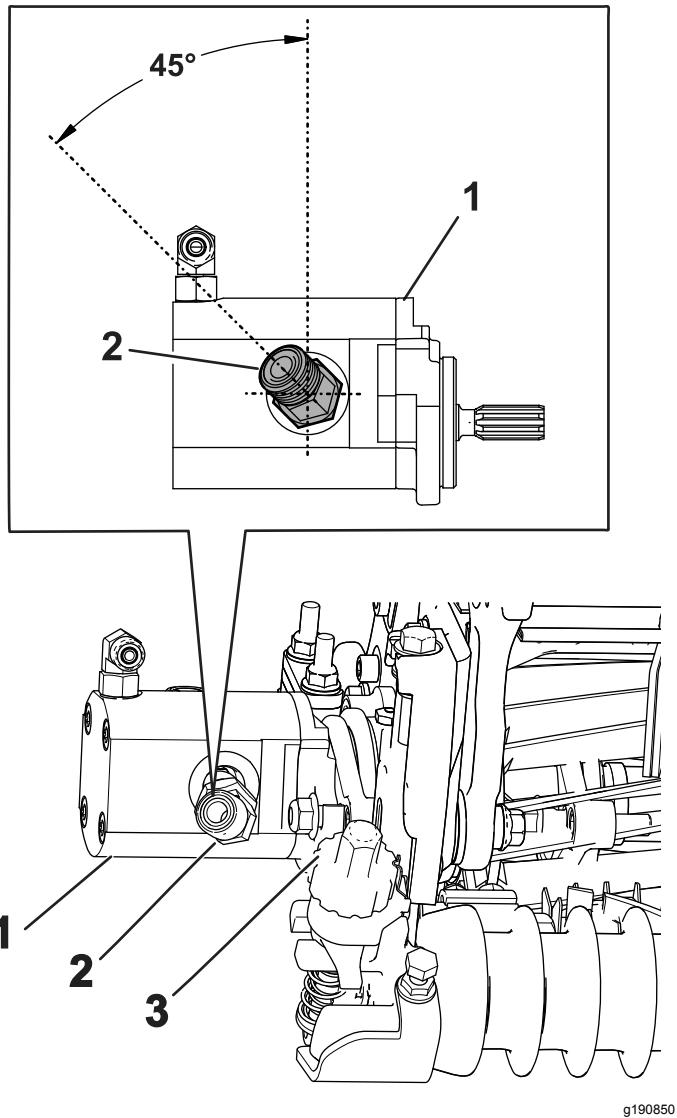

Bild 18
4. Montieren Sie das neue 45°-Anschlussstück; positionieren Sie dabei das Anschlussstück im Winkel wie in Bild 18 abgebildet. Ziehen Sie das Anschlussstück auf 47–58 N·m an.